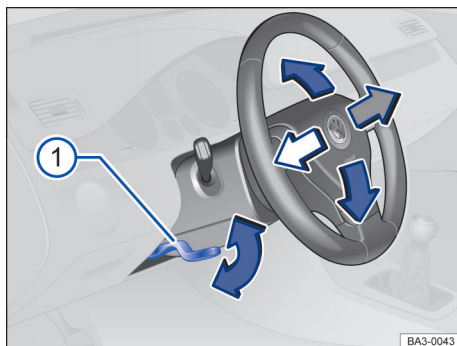

Fig. 64 Embaixo e à esquerda do volante junto com o revestimento da coluna de direção: alavanca de ajuste da posição do volante.
- Empurrar a alavanca para baixo → Fig. 64 ①. ►